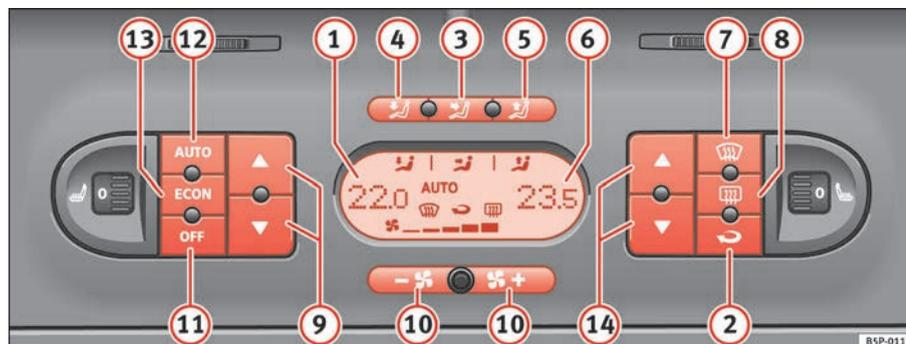

Fig. 131 Comandos do Climatic 2C no painel de instrumentos
- Para activar o modo manual, premir um dos botões ⇒ página 163, fig. 131 3) ao 5), o botão (ECON) ou premir um dos botões do ventilador 10). O símbolo (AUTO) desaparece do visor.
- Premir o botão  ⇒ página 163, fig. 131 , para ligar e desligar o modo de recirculação do ar. Está ligada se no visor é apresentado o símbolo .